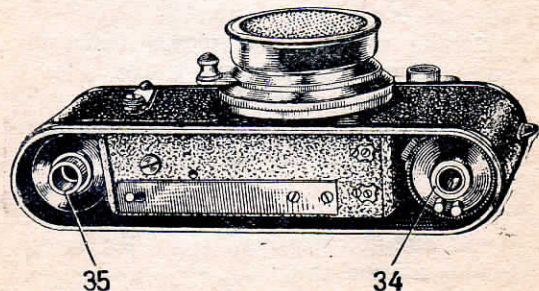

Рис. 3.
34. Кассета (рис. 3, 6, 7, 8)
- 35. Приемная катушка (рис. 3, 6, 7, 8)